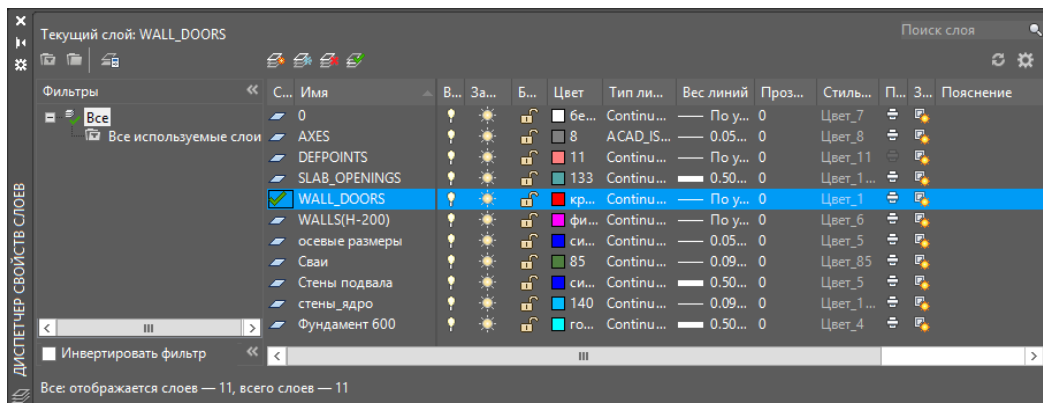

Рис.14.8. Диспетчер свойств слоев AutoCAD и новый слой WALL_DOORS
- В раскрывающемся списке выберите команду - **Новый слой дверных проемов**. В Диспетчере свойств слоев AutoCAD (рис.14.8) создается новый слой **WALL_DOORS** и автоматически назначается текущим.